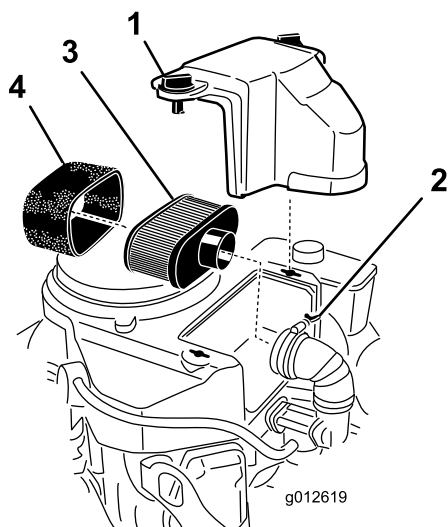

Figura 14
3. Pulite la zona intorno al filtro dell'aria per evitare che la morchia possa penetrare nel motore provocando gravi danni (Figura 14).
4. Svitare le manopole del coperchio e toglie il coperchio del filtro dell'aria (Figura 14).
5. Allentate la fascetta stringitubo e toglie il gruppo del filtro dell'aria (Figura 14).
6. Toglite con cautela l'elemento in schiuma sintetica dall'elemento di carta (Figura 14).
Importante: Non pulite il filtro primario di carta, sostituitelo (Figura 14).
1. Infilate con cautela l'elemento in schiuma sintetica sopra l'elemento di carta del filtro dell'aria (Figura 14).
2. Collocate il gruppo del filtro dell'aria sulla relativa base, e fissatelo con i 2 dadi ad alette (Figura 14).
3. Montate il coperchio del filtro dell'aria e serrate la manopola del coperchio (Figura 14).